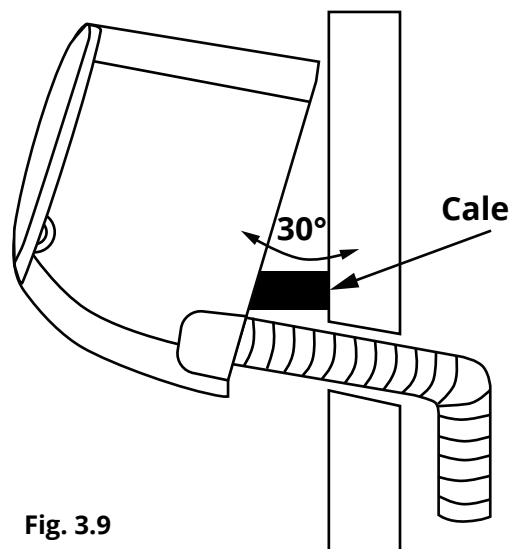

Fig. 3.9
2. Utilisez un support ou une cale pour soutenir l'unité, vous laissant suffisamment d'espace pour connecter la tuyauterie du réfrigérant, le câble de signalisation et le tuyau de drainage. Reportez-vous à la Fig. 3.9 pour un exemple.